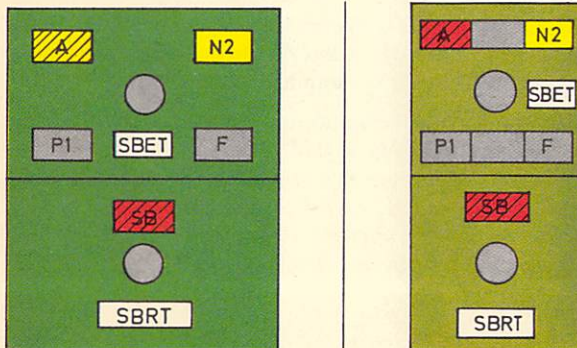

Bild 66
(6) Ist Selbststellbetrieb eingeschaltet und blinkt bei Annäherung des Zuges der Selbststellbetriebsmelder länger als im Regelfall (vgl. § 7 Abs. 14; Zugstraße läuft nicht selbsttätig ein), ertönt ein Wecker und der Selbststellbetriebsstörmelder blinkt rot (vgl. Bild 66).
Gleichzeitig wechselt das gelbe Blinklicht des Selbststellbetriebsmelders in rotes Blinklicht (vgl. Bild 66).